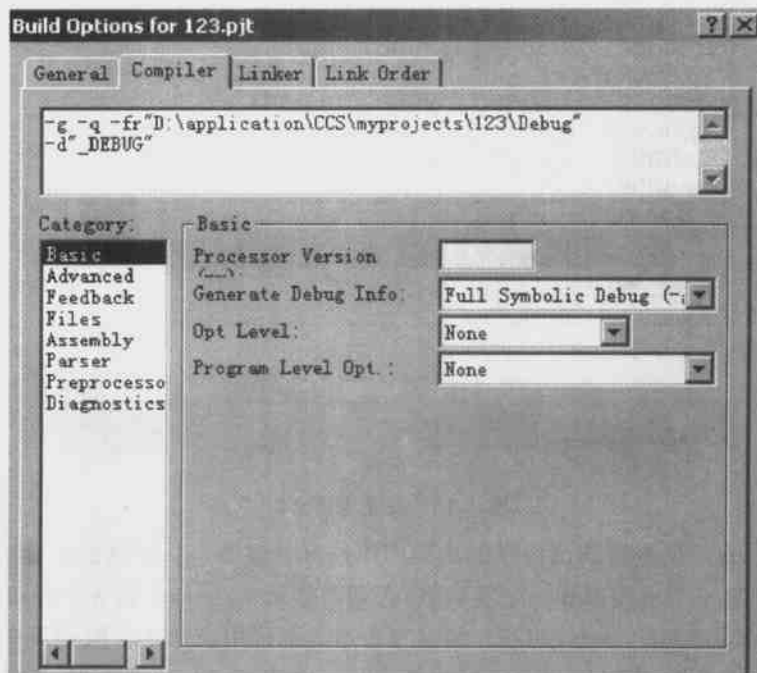

图 3.19 编译器设置对话框
(2) Compile File 编译 C 语言或汇编语言源代码文件。
(3) Build 编译和链接 C 语言或汇编语言源代码文件,对于没有修改的源文件,CCS 将不重新编译。
(4) Rebuild All 对工程中所有文件重新编译,并链接生成 DSP 可执行的 COFF 格式的文件。
(5) Build Options 用来设定编译器、汇编器和链接器的参数。单击此命令,将显示如图 3.19 所示的对话框,可以在其中设置编译器、汇编器和链接器的各种参数。编译器、汇编器和链接器的参数设置非常复杂,一般使用 CCS 默认的即可。